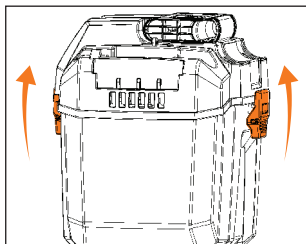

Рис. 3
- Откройте фиксаторы и снимите верхнюю крышку (Рис. 3).